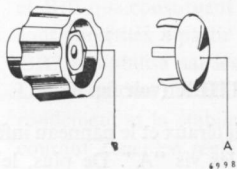

Fig. 7
B. DEMONTAGE DES BOUTONS (voir fig. 7)